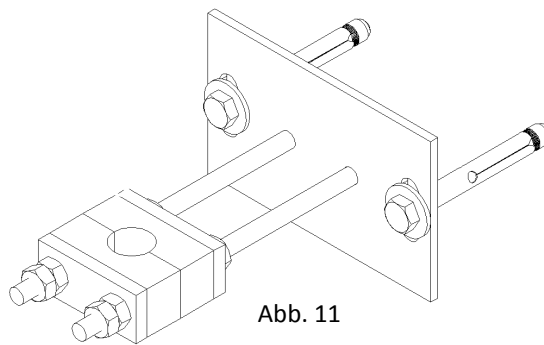

Abb. 11
- Es wird empfohlen alle 1,0 m einen Wandhalter (Abb.11) anzubringen.